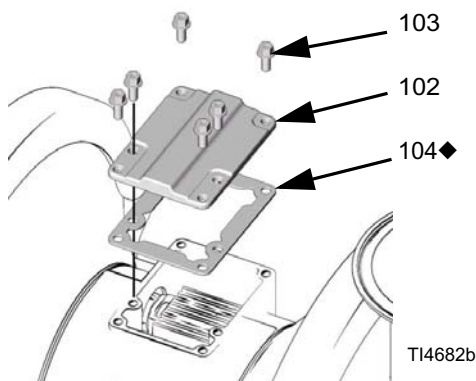

Рис. 6
2. Пользуясь звездообразным ключом (T20) или торцевым ключом 7 мм (9/32 дюйма), выкрутите шесть винтов (103), снимите крышку (102) воздушного клапана и извлеките прокладку (104). Смотрите Рис. 6.